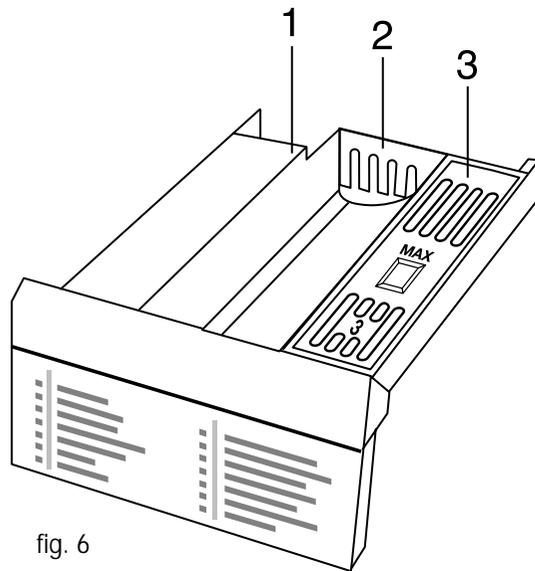

fig. 6
Le tiroir-réservoir à produits lessiviels comporte trois compartiments fixes (voir fig. 6):
- Vous pouvez retirer le tiroir-détergent (fig. 6).
- Ouvrir le hublot, introduire le linge dans la machine (11).
- Veillez à ce que la quantité\* d'adoucissant ne dépasse pas le signe MAX indiqué (fig. 6:3) dans le réservoir (\* regardez les indications sur l'emballage).